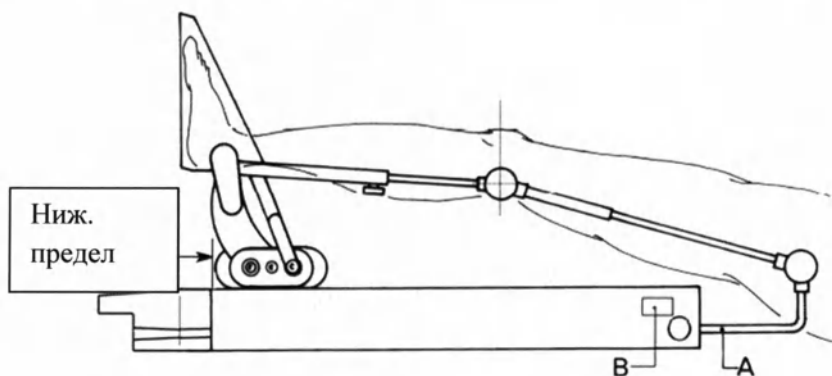

Рис. 4
Нажмите клавишу  , и несущая штанга сместится в самое нижнее положение (рис. 4).
- Поместите заднюю штангу А в правое или левое отверстие (см. стикер В), относительно правой или левой конечности пациента (рис. 4 and 5).